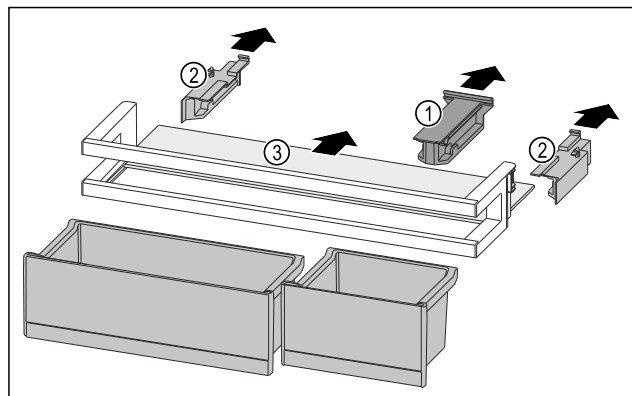

Fig. 117
- ▶ 拉出定位件 Fig. 117 (1)。
- ▶ 拉出侧面部分 Fig. 117 (2)。
- ▶ 取出搁板 Fig. 117 (3)。